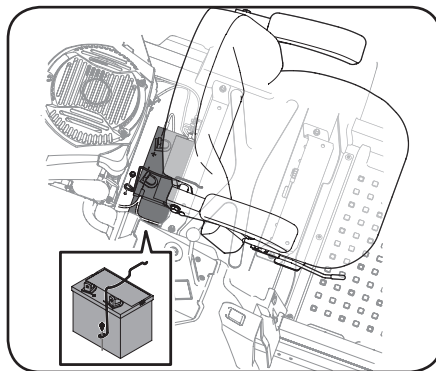

Figure 4-4
2. Retirez le boulon qui fixe la tige de retenue de la batterie au châssis. Faites pivoter la tige de retenue de la batterie vers le haut et retirez la batterie. Voir Figure 4-4.